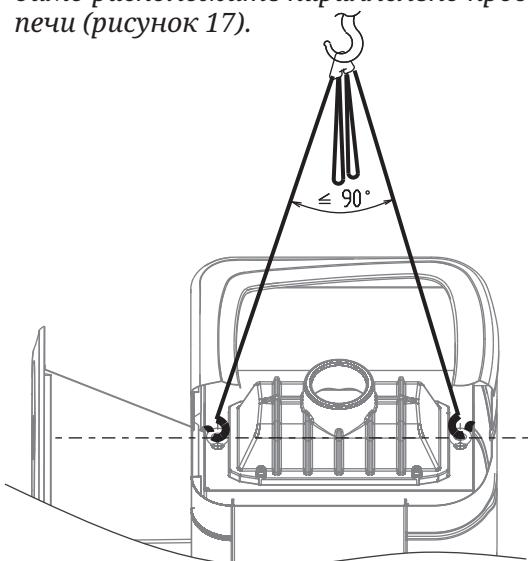

Рисунок 17. Место расположения канатов или цепей для подъема печи
*Внимание! Для транспортирования печи кольца рычайек необходимо расположить параллельно продольному сечению печи (рисунок 17).*